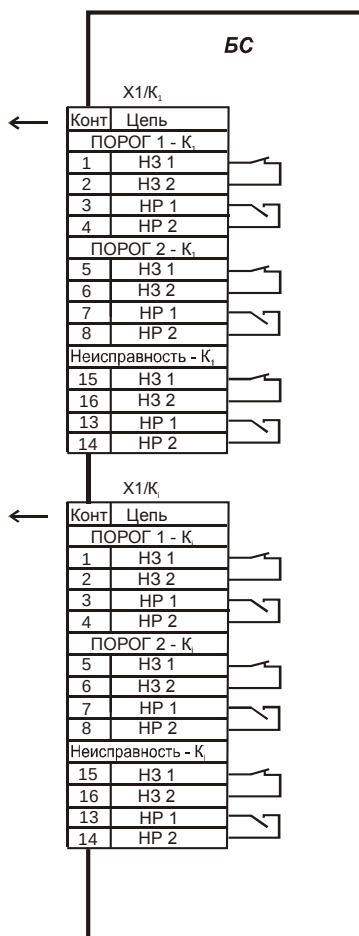

РИС. 6
2. Соедините разъем X1/РК-4 с разъемом X2/БС (X3/БС, X4/БС, X5/БС, см. рис. 6 РЭ) с помощью кабеля соединительного. Используя вилку кабельную 2РМ24Б19Г1В1, изготовьте кабель для подключения к разъему X3/РК-4 устройства для измерения токового сигнала 4-20 мА.